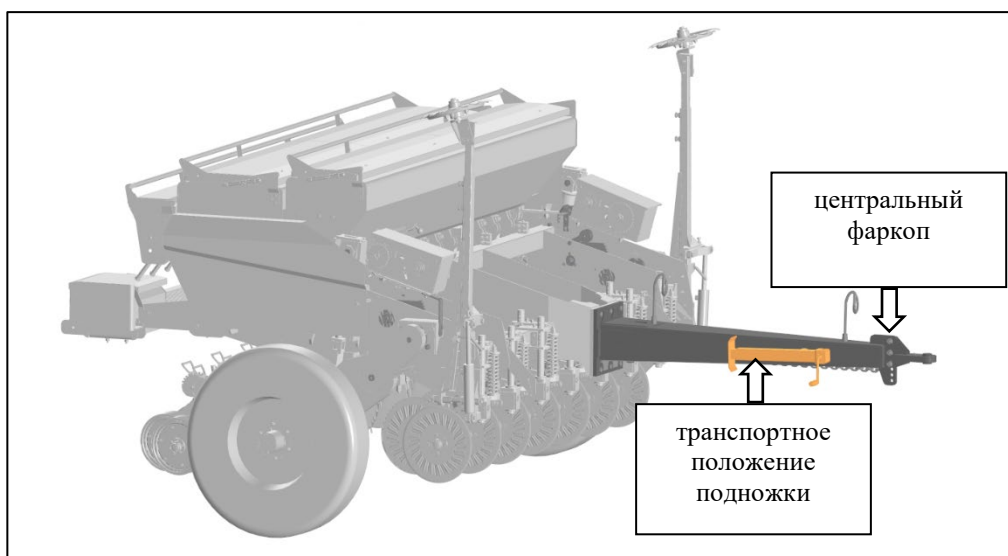

Рисунок 4 – Транспортное положение подножки центрального фаркопа
2. Перевести в транспортное положение подножку центрального фаркопа, рис.4.